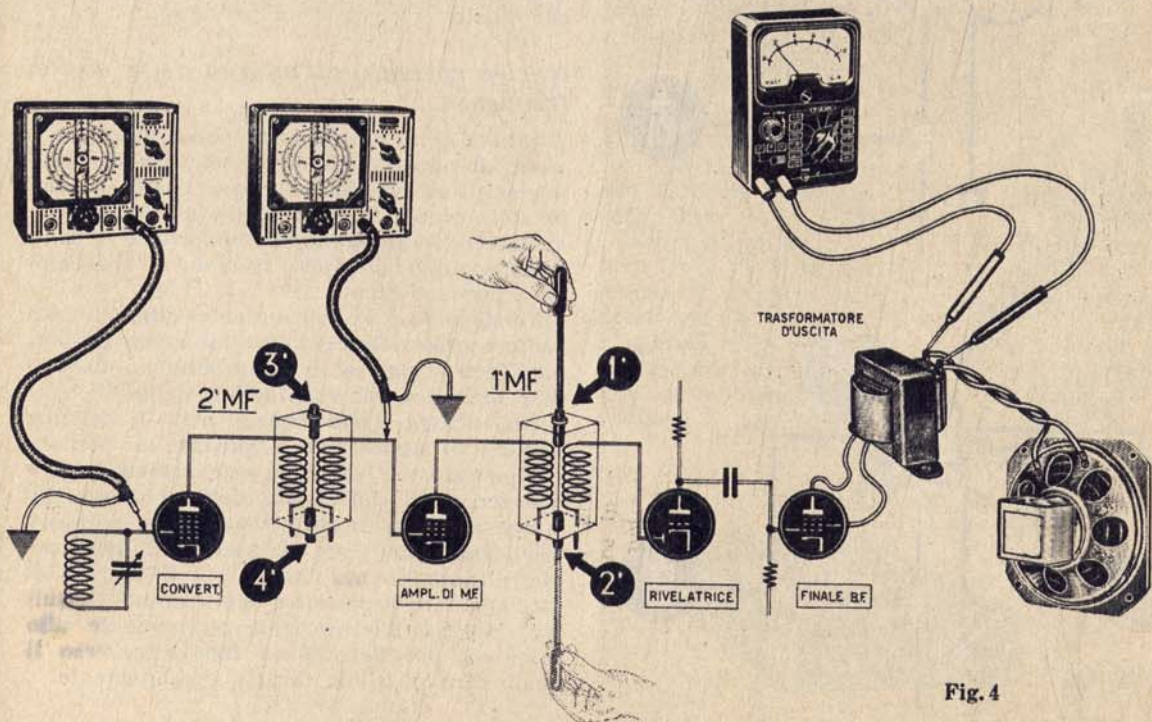

Fig. 4
1) con strumento commutato in posizione CORRENTE ALTERNATA, sensibilità 10 volt fondo scala, applicare i puntali del medesimo in parallelo alla bobina mobile del ricevitore (fig. 4);
L'oscillatore va collegato alla griglia della valvola di MF (fig. 4). Si ruoti ora — lentamente — un nucleo (o compensatore) sino ad ottenere la massima deviazione dell'indice dello strumento. Ovviamente, nel caso l'indice dovesse andare a fondo scala, ci preoccupiamo di ridurre la potenza dell'oscillatore modulato agendo sull'attenuatore e regolando il volume del ricevitore.
Quindi si passerà alla taratura della prima MF e a tal fine l'oscillatore dovrà risultare collegato alla griglia della valvola convertitrice (fig. 4).